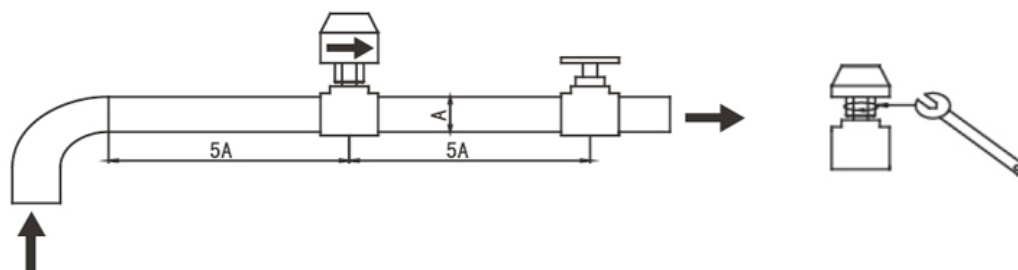

Fig. 4 Schema de montaj controler debit
c. Conducta de pe aspirația vaporizatorului va fi prevăzută cu debitmetru în scopul de a realiza protecția și controlul debitului la unitate. Ambele capete ale debitmetrului vor fi prevăzute cu secțiuni orizontale de conductă dreaptă cu diametrul de 5 ori mai mare decât conducta de intrare. Debitmetru va fi montat în concordantă cu "Regulamentul de montaj și Ghidul pentru Debitmetru" ( Fig 4). Cablajele debitmetrului vor fi conectate la panoul electric prin intermediul protecției de copex. ( vezi Schema Electrică pentru detalii ). Presiunea de lucru a debitmetrului este de 1.0MPa iar interfața este de 1 inch în diametru. După se s-a realizat montajul, debitmetrul va fi reglat corespunzător în conformitate cu debitul unității.